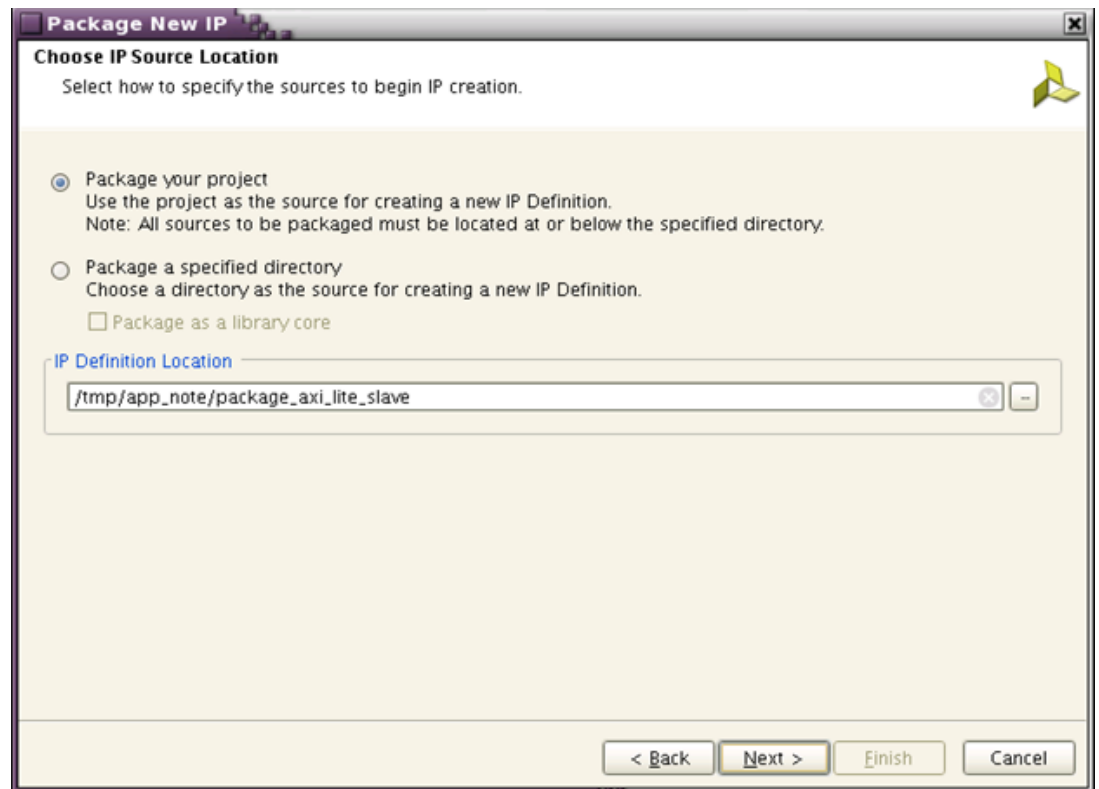

図 7 : [Package New IP] : [Choose IP Source Location] ページ
3. [Choose IP Source Location] ページで [Package your project] をオンにし、[Next] をクリックします (図 7)。